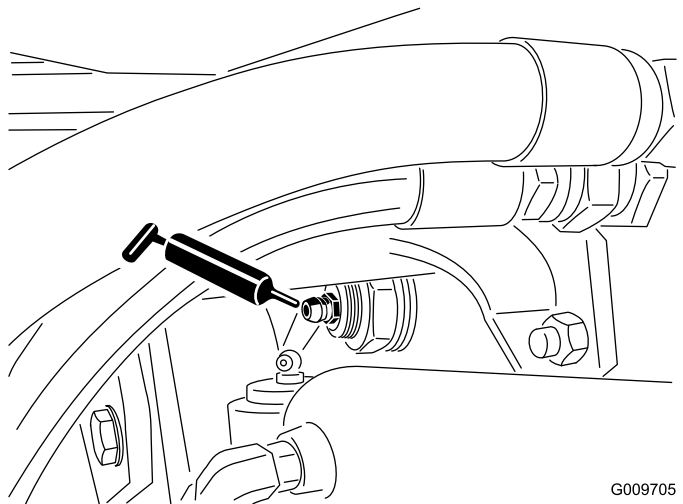

Figure 44
- Bagues de pivot de pont arrière (2) (Figure 44).